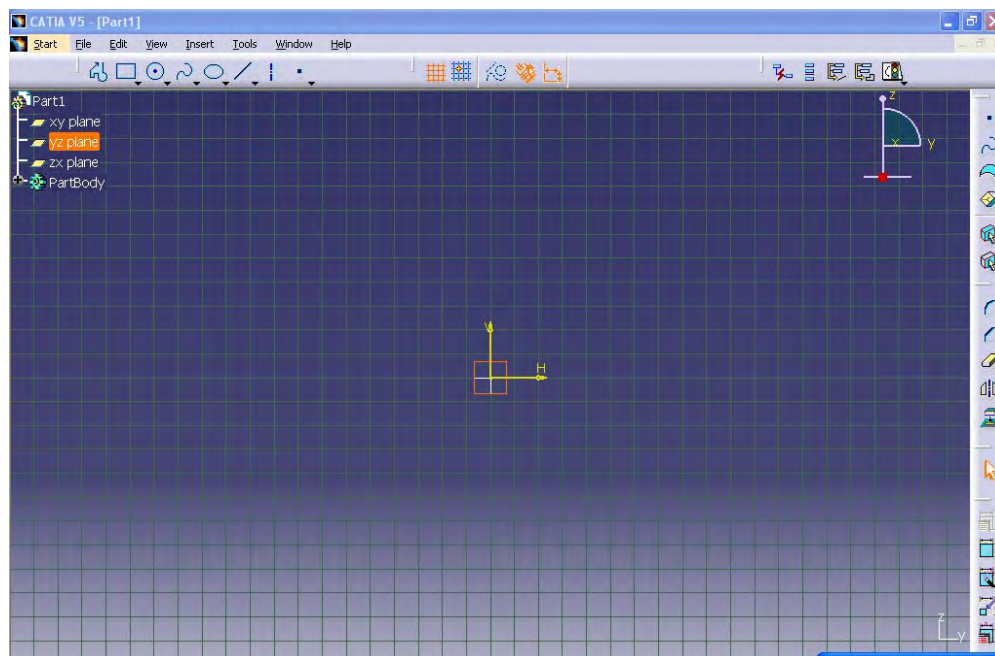

Figura 4.23: PANTALLA DE TRABAJO
1.-Inicio del programa CATIA, se da clic en la pestaña Start, se selecciona el modulo SKETCHER, posteriormente se elige el plano YZ para dibujar el primer perfil, tal como se muestra en la figura 4.23.